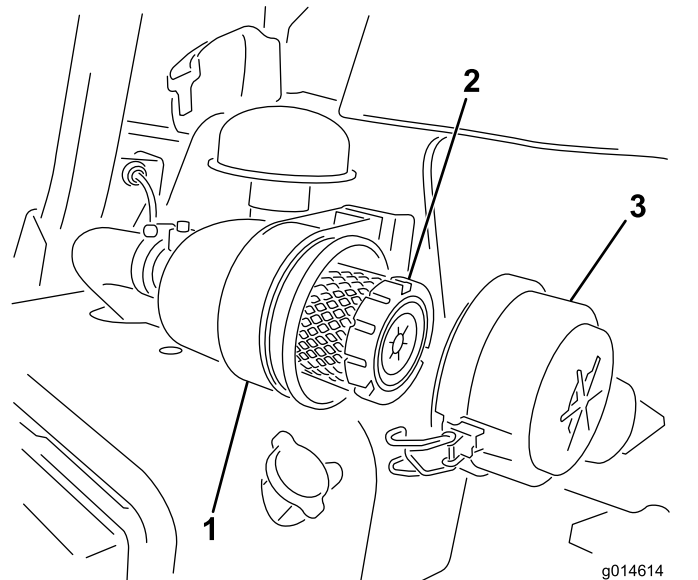

Figura 31
1. Abra los enganches que sujetan la tapa del limpiador de aire a la carcasa del limpiador de aire (Figura 31).
7. Cierre los enganches (Figura 31).